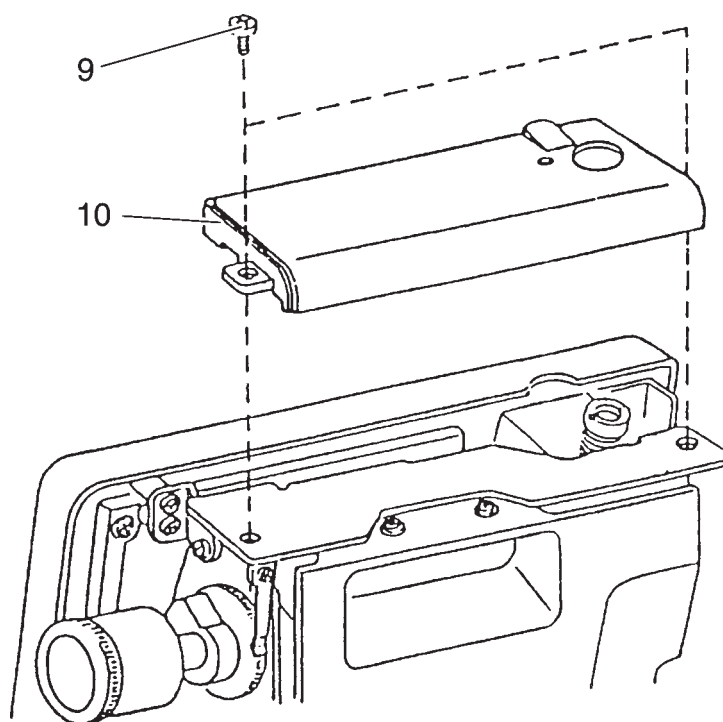

Рис. 5
- Выверните крепежный винт 9 (рис. 5).